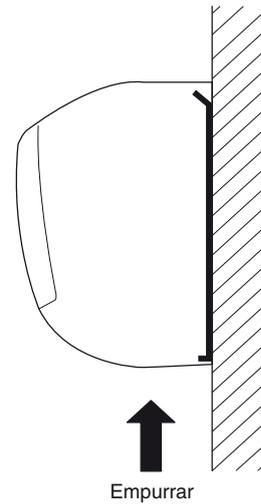

Fig. 3-33
- (3) Pressione as 2 marcas △ na parte inferior da unidade interior e liberte as linguetas. Em seguida, levante a unidade interior e desmonte. (Fig. 3-33)